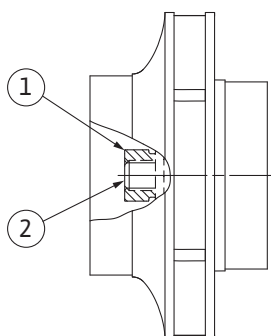

Fig. 111: Σωστή θέση του παξιμαδιού πτερωτής μετά την εγκατάσταση
8. Κρατήστε τον άξονα σταθερό με γερμανικό κλειδί (άνοιγμα 22 mm) και σφίξτε το παξιμάδι της πτερωτής με την καθορισμένη ροπή σύσφιξης (βλέπε πίνακα "Ροπές σύσφιξης" [► 36]). Το παξιμάδι (Fig. 111, θέση 1) πρέπει να είναι ευθυγραμμισμένο με το άκρο του άξονα με ανοχή περίπου $\pm 0,5$ mm (Fig. 111, θέση 2). Εάν αυτό δεν ισχύει, λύστε το παξιμάδι και επαναλάβετε τα βήματα 4 έως 8.